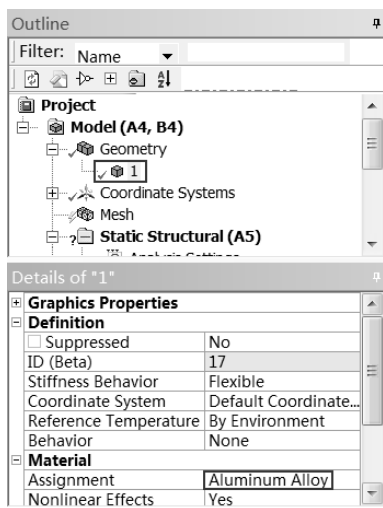

图 6-45 添加材料
Step2：选择 Mechanical 界面左侧 Outline（分析树）中 Geometry 选项下的 model，此时即可在 Details of “1”（参数列表）中给模型添加材料，如图 6-45 所示。